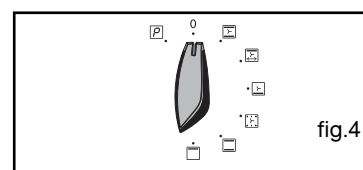

fig.4
- l'indicateur de durée de cuisson et 0:00 clignotent (fig.4).
L'affichage repasse à l'heure du jour en ramenant le sélecteur de fonctions sur 0 (fig.4),